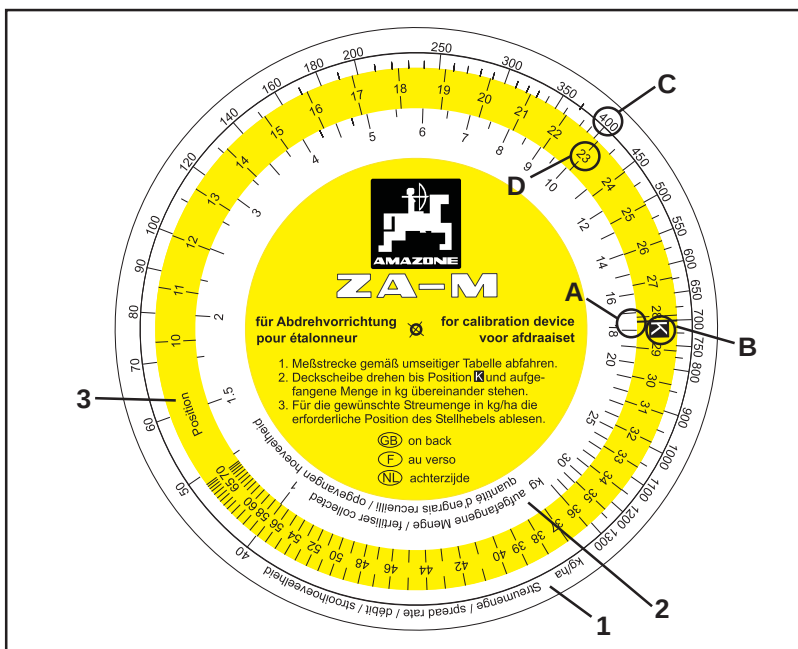

Fig. 7.13
- Ta räkneskivan för mängdkontrollen i handen. Sök på skalan (**Fig. 7.13/2**) för den uppsamlade gödselmängden [kg] upp „**17,5**“ (**Fig. 7.13/A**), ställ den färglagda skalan (**Fig. 7.13/3**) med position „K“ (**Fig. 7.13/B**) mittför detta värde.
- Ta **räkneskivan för mängdkontrollen** i handen. Sök på skalan (**Fig. 7.13/2**) för den uppsamlade gödselmängden [kg] upp „**15,5**“ (**Fig. 7.13/A**), ställ den färglagda skalan (**Fig. 7.13/3**) med position „**K**“ (**Fig. 7.13/B**) mittför detta värde.
- Sök upp den önskade gödselgivan (**400 kg/ha**) på den yttre skalan (**Fig. 7.13/C**) och avläs erforderlig spjällöppning „**24**“ (**Fig. 7.13/D**).